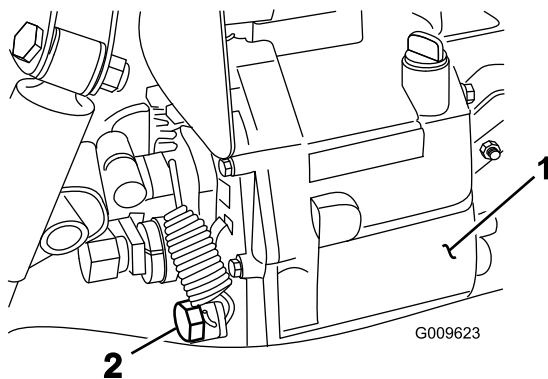

Bild 68
2. Nehmen Sie die Ablassschraube an der Seite des Behälters ab und lassen Sie die Hydraulikflüssigkeit in die Auffangwanne ablaufen (Bild 68).